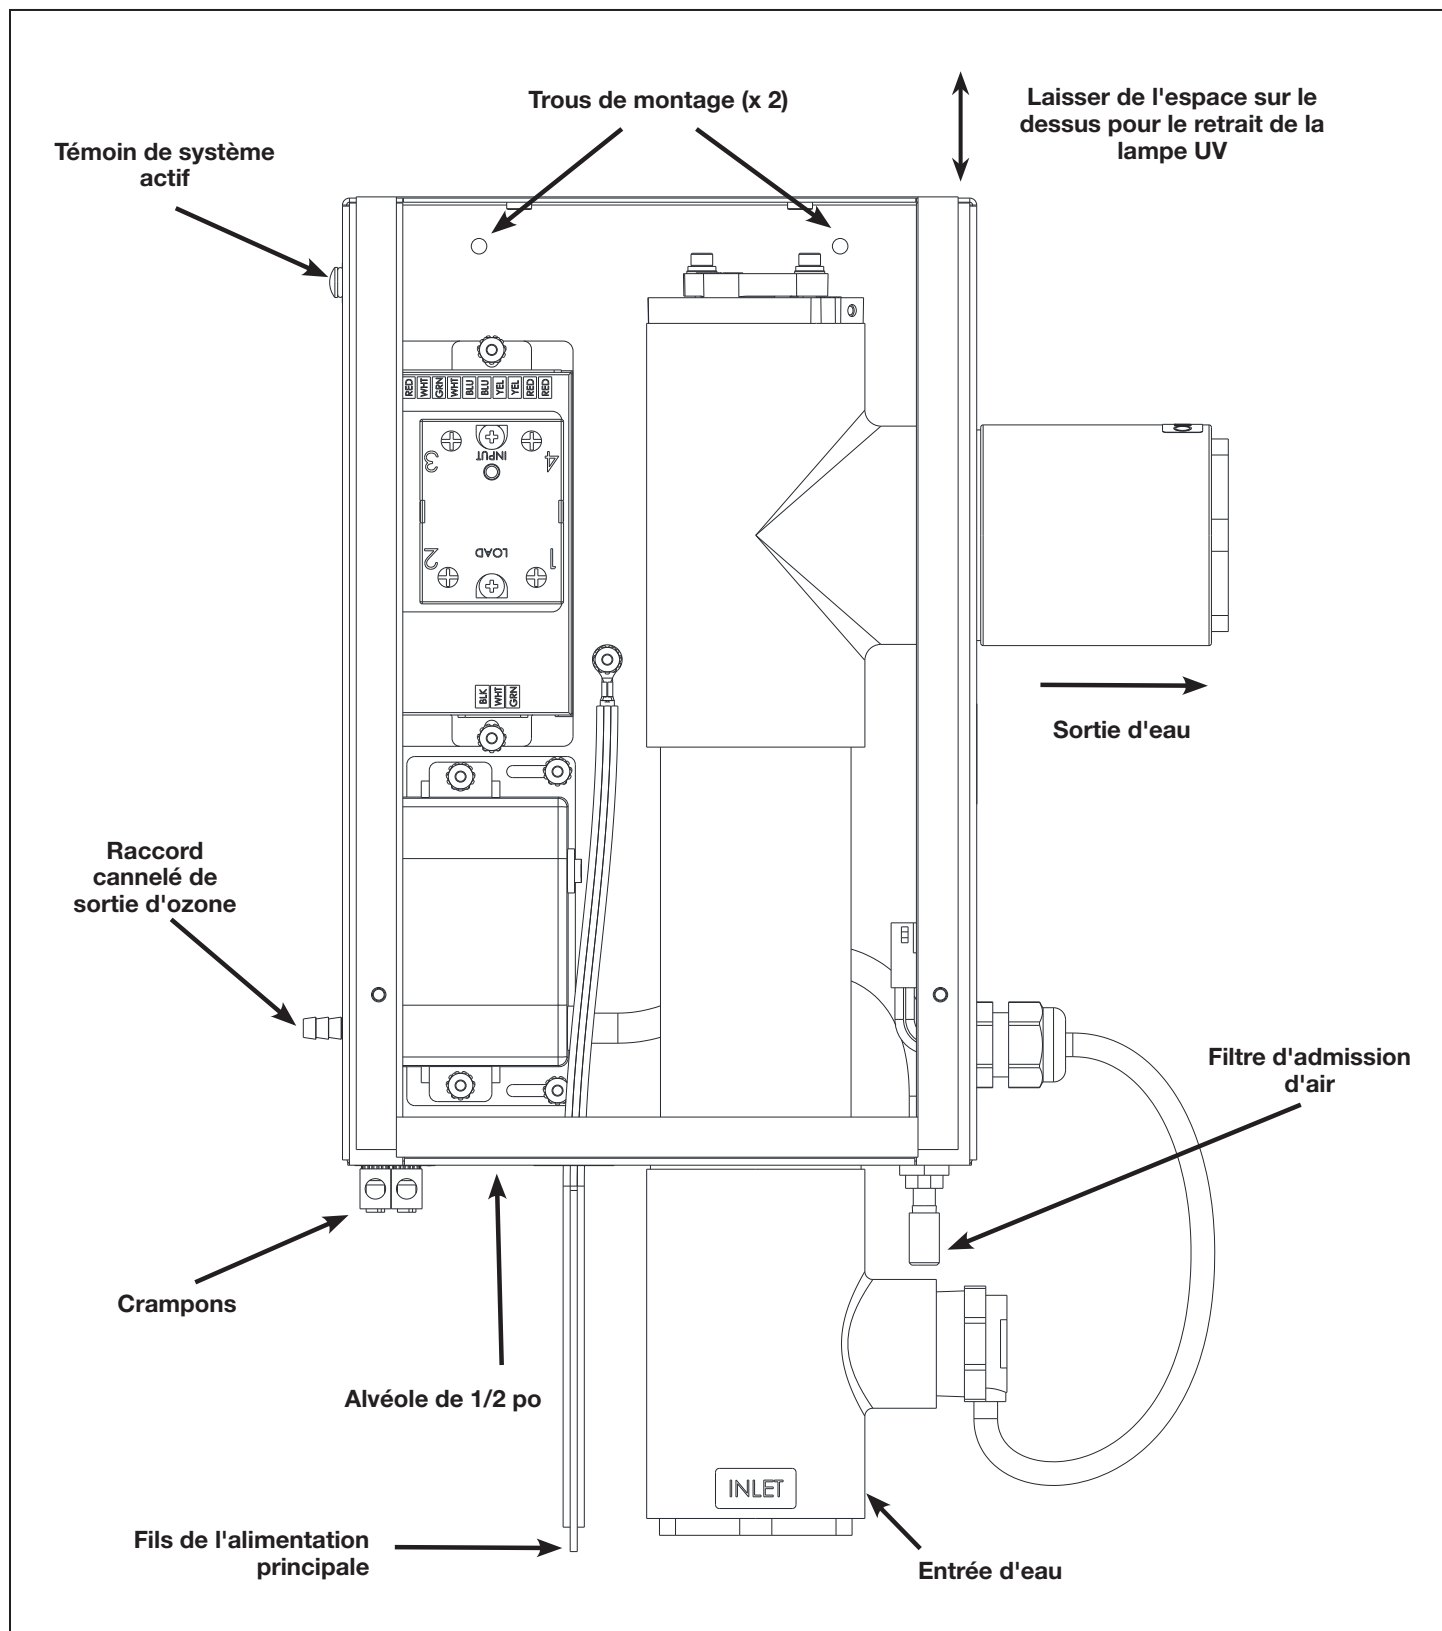

Figure 2. Emplacement de montage et annotations (couverture retiré)
Monter l'appareil dans un endroit propre et protégé, à l'abri de la lumière directe du soleil. L'appareil doit être installé à l'extérieur, ou à l'intérieur dans une pièce ventilée par air forcé, et orienté de la même manière que sur la Figure 2. Placer l'appareil hors de portée des gicleurs ou des tuyaux de drainage. Monter l'appareil selon l'orientation indiquée sur la Figure 2, à l'aide des deux trous de montage fournis à l'intérieur du boîtier. Suivre les instructions ci-dessous pour retirer le capot avant de monter le boîtier. Laisser suffisamment d'espace à l'avant pour l'accès interne et sur le dessus pour l'entretien de la lampe UV et du tube de quartz (13 pouces). Le système Jandy AOP doit être installé à au moins un (1) pied au-dessus du niveau d'eau maximal. Voir la section Tuyauterie pour obtenir des instructions liées à la tuyauterie en fonction de l'emplacement de montage.
2. Se reporter à la Figure 2 pour marquer l'emplacement des deux vis de montage.